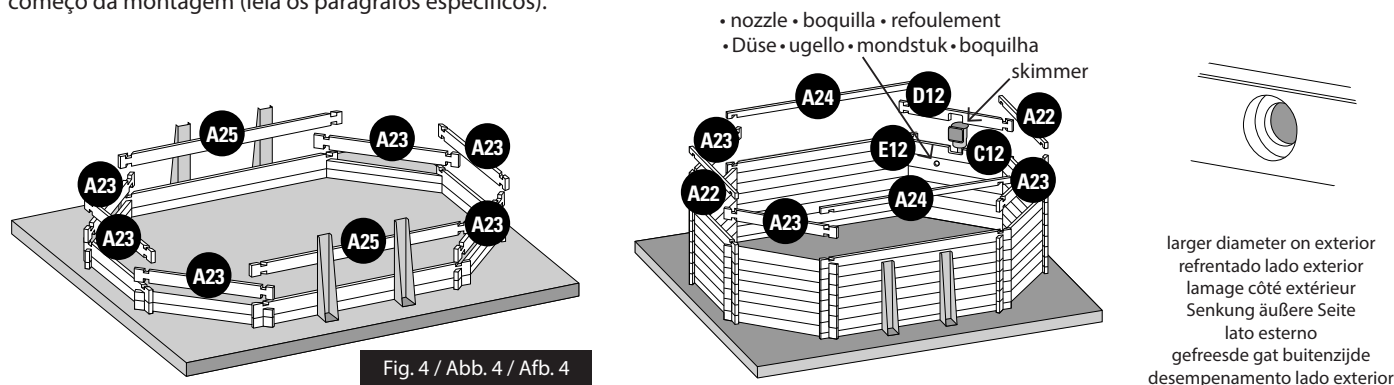

Fig. 4 / Abb. 4 / Afb. 4
3rd LAYER OF BOARDS: Install the third layer of boards as shown in figure 4. The position of the refilling fitting with the key and the skimmers should be defined at the start of the assembly (read the specific paragraphs).
3ÈMERANGÉE MADRIERS: Positionnez les madriers de la 3ème rangée conformément à la figure 4. Vous devez avoir déterminé l'emplacement de la buse de refoulement et du skimmer dès le début du montage (voir paragraphes spécifiques).
3. BRETTREIHE: Platzieren Sie die Bretter der dritten Reihe laut Abb. 4. Zu Beginn der Montage müssen Sie die Lage des Druckventils und des Skimmers festlegen (lesen Sie hierzu die entsprechenden Abschnitte).
3ª RIJ PLANKEN: Plaats de planken van de derde rij zoals te zien is op afbeelding 4. U moet al bij aanvang van de montage bepalen op welke plaats het uitstroommondstuk en de skimmer moet komen (less de betreffende paragrafen).